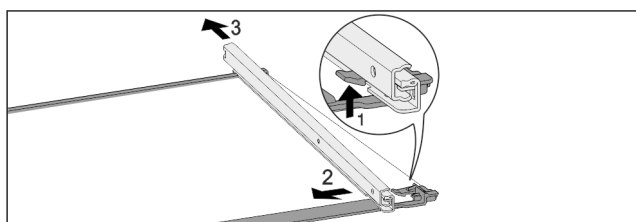

Fig. 122 Tablette en verre avec rails
- ▶ Pousser le crochet d'enclenchement avant vers le bas. Fig. 122 (1)
- ▶ Pousser le rail télescopique vers le côté Fig. 122 (2) et vers l'arrière Fig. 122 (3).